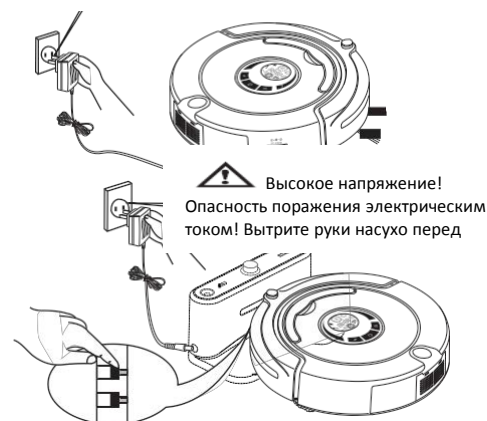

Рис. 2
4. Подсоедините выходной разъем адаптора с гнездом для подключения внешнего источника постоянного тока базы. (См. рис. 2)
3. Перед зарядкой, подсоедините адаптер к базе для зарядки, убедитесь, что пылесос упирается торцом в базу. (См. рис. 2)